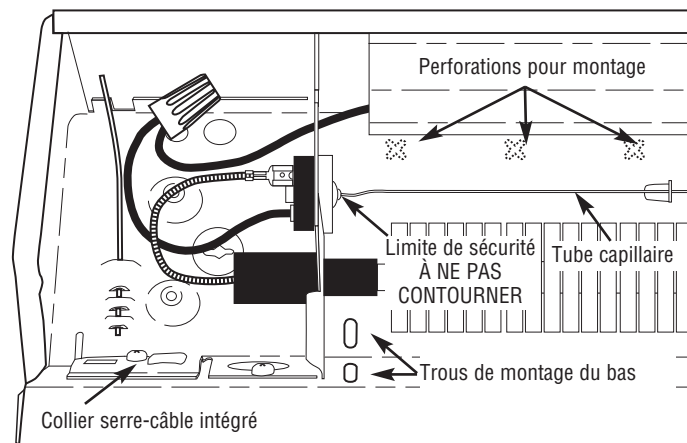

Figure 4 : Vue du compartiment de câblage du côté gauche
10. Au montage du radiateur, si les trous de montage inférieurs ne sont pas utilisés (Voir la Figure 4), assurez-vous que des vis n'endommagent pas le câblage d'alimentation dans la zone derrière le radiateur.
11. N'enlevez pas et ne contournez pas le contrôle de limite de sécurité car cela pourrait faire du radiateur un risque de départ d'incendie – consultez la figure 4.
5. Desserrez la vis du collier serre-câble (Figure 4) ou ouvrez le trou à enfoncer voulu du compartiment de câblage du radiateur. Installez le câble d'alimentation électrique dans le compartiment de câblage en laissant au moins 6 pouces (153 mm) de câble pour le raccordement au radiateur. Pour installer deux câbles d'alimentation en utilisant le collier serre-câble intégré, courbez vers le haut la patte couvrant le deuxième trou et ramenez-la vers la cloison arrière du compartiment de câblage. Si un serre-câble intégré n'est pas utilisé, installez une retenue de câble approuvée (non incluse) dans le trou à enfoncer choisi.
**REMARQUE:** Des perforations marquées d'une croix pour le montage sont fournies à l'arrière du carter de radiateur au-dessus de l'élément de chauffe aux emplacements pour vis de montage (Voir la Figure 4).
6. Positionnez le radiateur à l'emplacement voulu et fixez-le au mur avec des vis à bois ou de la visserie appropriée. Localisez les poteaux muraux et si possible fixez les vis dedans. Pour des radiateurs jusqu'à 6 pieds (1,8 m) de long, une vis à chaque extrémité est adéquate. Pour des unités plus longues, une vis supplémentaire au centre est nécessaire. Serrez ces vis, puis desserrez-les d'un quart de tour pour permettre au radiateur de se dilater et de se contracter pendant son utilisation. Si l'unité est montée au-dessus du sol, deux trous de montage additionnels sont fournis à chaque extrémité sous l'élément de chauffe (Voir la Figure 4). Installez une vis supplémentaire à chaque extrémité pour la stabilité, en vous assurant de les dévisser chacune d'au moins un quart de tour.
5. Un contrôle de limite de sécurité est fourni pour couper automatiquement le radiateur s'il est obstrué ou chauffe trop pour toute raison, du fait de conditions anormales (Voir les Figures 4 et 5). NE contournez PAS ou ne désactivez pas ce dispositif de sécurité (Voyez l'avertissement 11 en page 2). Durant un fonctionnement normal ce dispositif de contrôle ne doit pas s'activer. Si vous constatez que ce dispositif de contrôle s'active, assurez-vous que le radiateur n'est pas obstrué. Si le radiateur continue d'être coupé en chauffant, débranchez son alimentation et faites-le vérifier et réparer par un électricien qualifié.